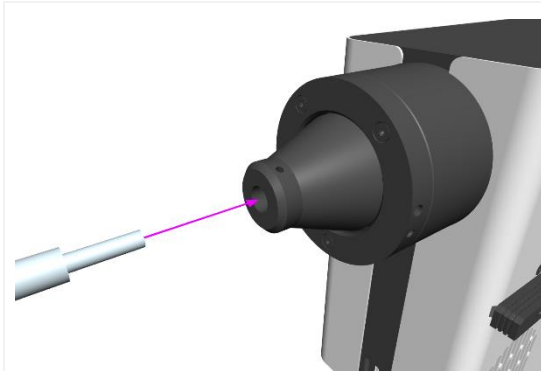

图 14
1. 将 3 毫米液体导光管的自由端插入光源，**确保**导光管完全位于光源输出桶内 (图 14) 。图 14).